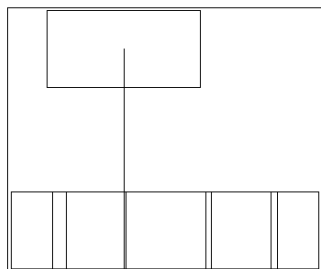
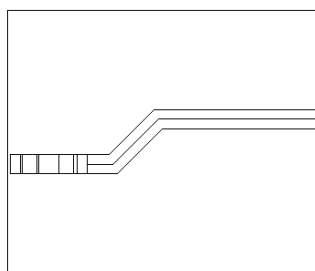

图 16-13
图 16-14
(6) 设置用户坐标系。在命令行直接输入 ucs，将坐标系的新原点移动到上述多义线的右端点。
(7) 单击  按钮或者执行 View→3D Views→right 命令，切换到右视图。
(8) 作矩形。单击  按钮或者在命令行直接输入 rectangle，将矩形两个对角设为 (-30, 15) 和 (30, -15)，结果如图 16-13 所示。
(9) 生成实体。单击  按钮或者在命令行直接输入 extrude，以上述多义线为路径，拉伸上述矩形。
(10) 单击  按钮或者执行 View→3D Views→Front 命令，结果如图 16-14 所示。